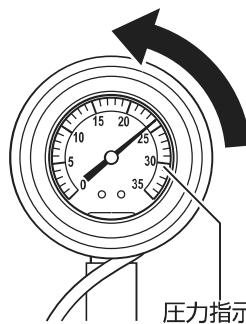

図 25 気密の確認
2. 圧力指示計の指針の変化を 1 分間見て、示度の変化が 1 目盛 (1 MPa) 以内であることを確認する。(図 25 参照)